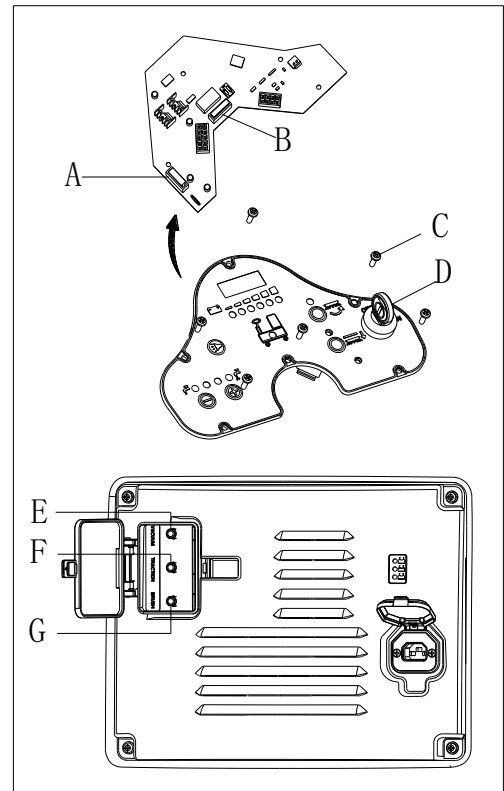

Figura 24
1. Defina o interruptor de chave (D, Figura 24) para "OFF".
3. Desparafuse os parafusos (C) no painel de controlo e vire o PCBA ao contrário para encontrar o fusível (A e B).